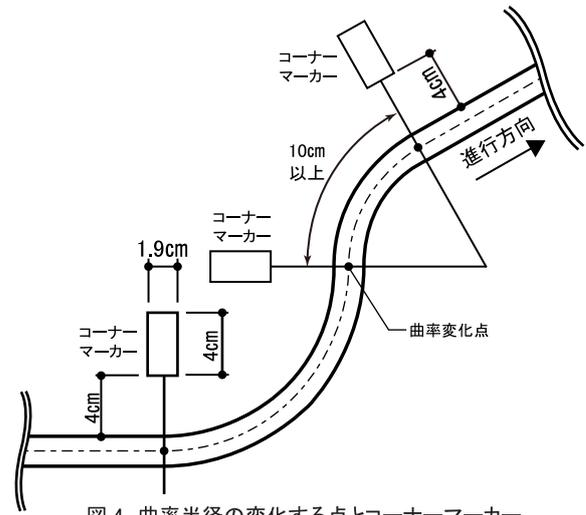

図4 曲率半径の変化する点とコーナーマーカー
2-8 ラインの曲率が変化する地点には、進行方向左側の定められた位置にコーナーマーカーが貼付される。(図 4 参照) コーナーマーカーは他のコーナーマーカーと重ならない。
6. コースは、曲率の変化する円弧が連続する場合もある(図4参照)。